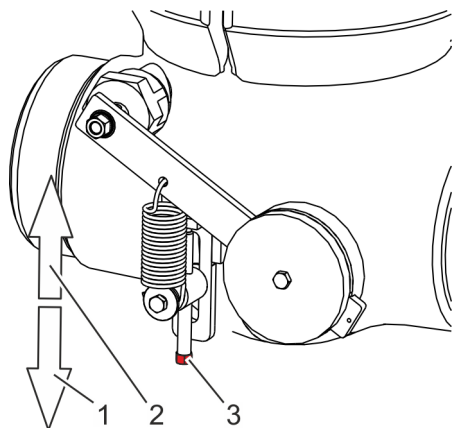

Fig. 47: Ajustar la tensión previa del muelle
26.▶ Accione el tornillo de ajuste (Fig. 47/3):
- Soltar el tornillo de ajuste (enroscar (Fig. 47/1)): reducción del efecto del cierre asistido (menor tensión previa del muelle)
- Apretar el tornillo de ajuste (desenroscar (Fig. 47/2)): aumento del efecto del cierre asistido (mayor tensión previa del muelle)